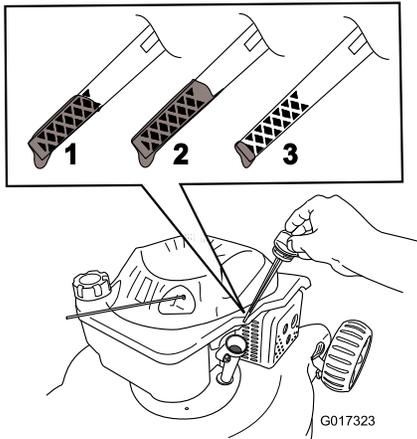

Figure 10
2. Retirez la jauge (Figure 10).
3. Versez de l'huile **lentement** dans le tube de remplissage jusqu'à ce que le liquide atteigne le repère maximum (**Full**) sur la jauge (Figure 10). **Ne remplissez pas excessivement.** Remplissage max. : 0,59 l, type : huile détergente SAE 30 ou SAE 10W-30, classe de service API SF, SG, SH, SJ, SL ou supérieure.
1. Retirez la jauge, essuyez-la sur un chiffon et remettez-la dans le tube de remplissage (Figure 10).
2. Sortez de nouveau la jauge et contrôlez le niveau d'huile (Figure 10). Si le niveau n'atteint pas le repère minimum (**Add**) sur la jauge, versez **lentement** suffisamment d'huile dans le tube de remplissage pour faire monter le niveau jusqu'au repère maximum (**Full**). **Ne remplissez pas excessivement.** (Remplissage max. : 0,59 l, type : huile détergente SAE 30 ou SAE 10W-30, classe de service API SF, SG, SH, SJ, SL ou supérieure.)